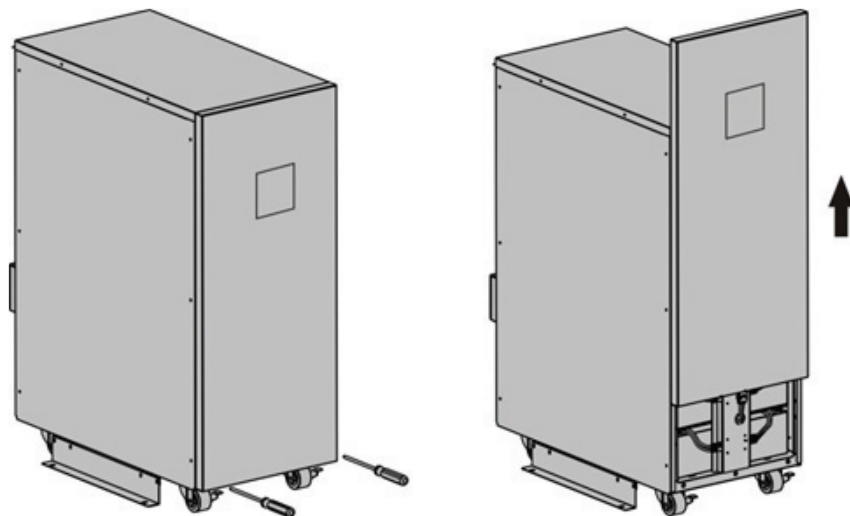

Рис. 8-1 Простая замена аккумулятора – Шаг 1
- 1) Снимите переднюю панель и отключите соединители на ЖК-экране. См. рис. 8-1.